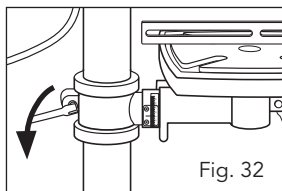

Fig. 32
1. Slacken the table height lock (21) (Fig. 32).